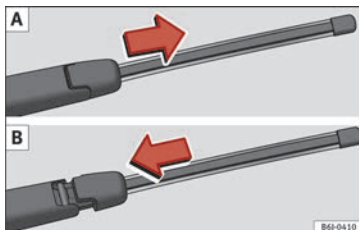

Bild 74 Demontering och montering av bakrutans torkarblad.
- För bladets adapter i pilens riktning och ta bort bladet » **bild 74 A**.
- Placera bladet som visas i » **bild 74 B** och skjut adaptern längs det tills den fastnar.